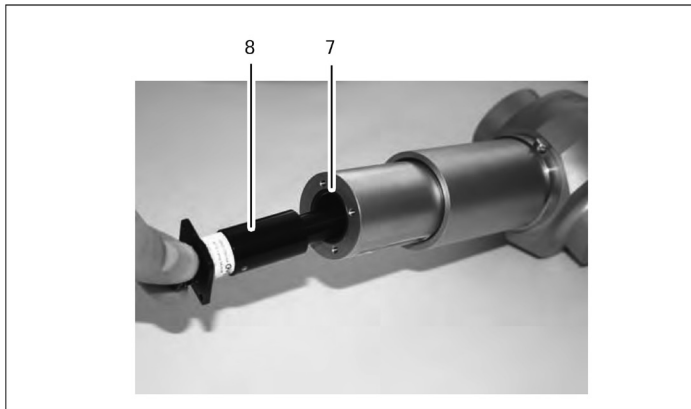

Fig. 11 - Sostituzione del gruppo della lampadina
4. Sfilare il gruppo della lampadina (8, Fig. 11).
5. Verificare la presenza dell'O-Ring (7) per il gruppo della lampadina.